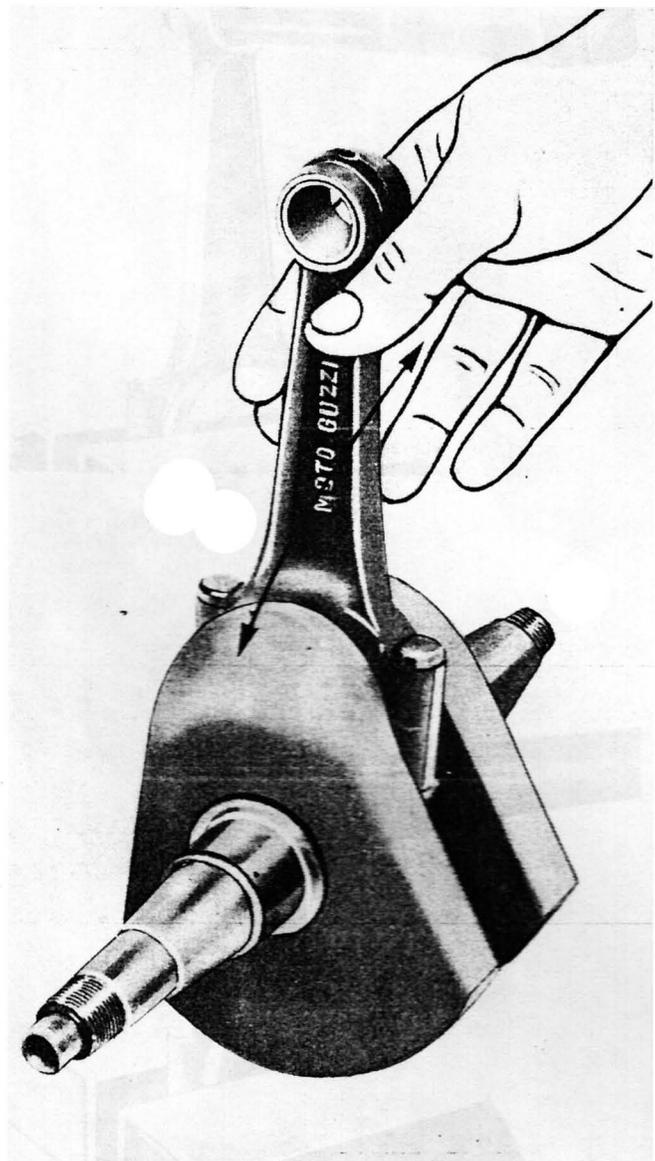

Fig. 45
- che il giuoco tra cuscinetto e perno deve essere di mm. $0,011 \div 0,056$ (vedere fig. 45);